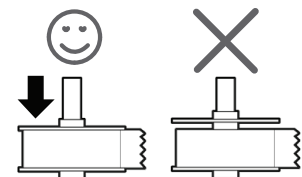

Abbildung 2
- Die Etikettenspindel muss bündig, d. h. ohne Zwischenraum an der Etikettenrolle anliegen. Siehe Abbildung 2.
- 5 Schieben Sie die Spindelführung auf die rechte Seite der Spindel und drücken Sie die Führung eng gegen die Seite der Etikettenrolle, **ohne einen Zwischenraum** zwischen der Rolle und der Spindel zu lassen. Siehe Abbildung 2.